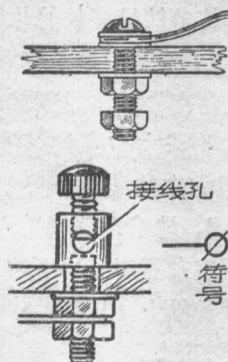

图 14 接綫柱
5. 接綫柱 接綫柱在矿石收音机里是为了联接零件用的。它的样子见图 14。因为耳机或者天地綫及电池、喇叭等都要接在矿石机上面，如